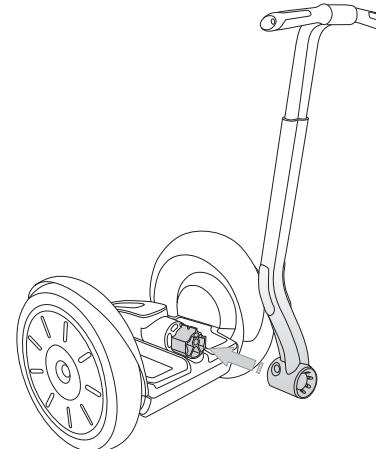

**Abbildung 2.** Den LeanSteer-Rahmen von der Steckhülse lösen
3. Neigen Sie den LeanSteer-Rahmen abwechselnd ganz nach links und rechts, bis er lose ist. Eventuell hören und fühlen Sie ein Klicken, wenn sich die Spannkeile von der Steckhülse lösen. Siehe Abbildung 2.